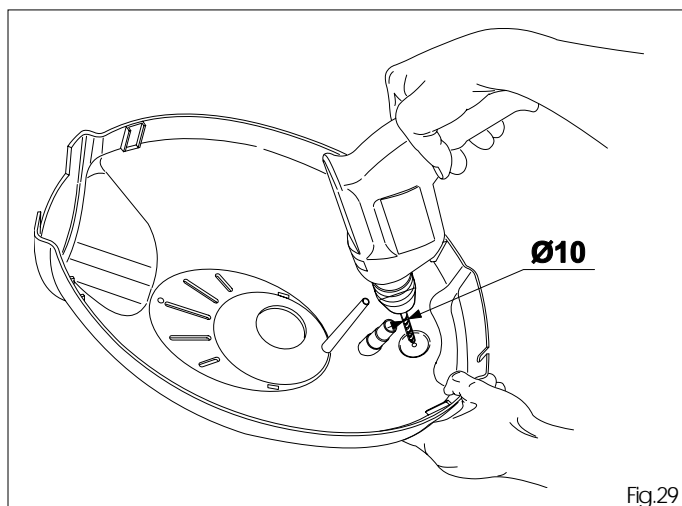

Fig.29
8.2 Prendre le carter et, en utilisant une perceuse, percer de l'intérieur vers l'extérieur avec une pointe appropriée dans la zone guidée (fig.29).